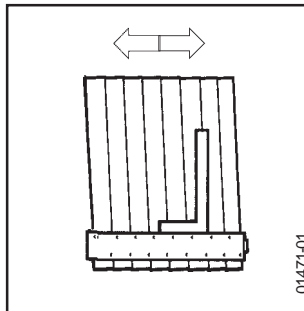

Fig. 12
Het verwarmingslichaam is geassembleerd, maar nog niet vastgeklemd, u kunt het lichaam "bewegen" door hier zijwaarts tegen aan te duwen, zodat de speling goed verdeeld wordt (Fig. 12).
- Of de retourcollector loodrecht op de elementen staat (Fig. 12).